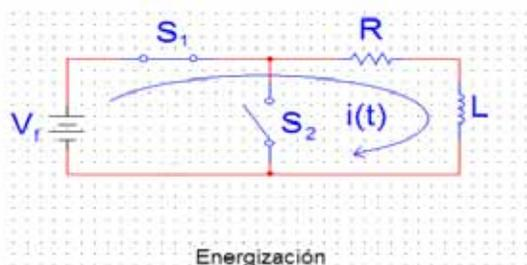

Figura 9.1. Proceso de energización
- a) En el proceso de energización (figura 9.1).